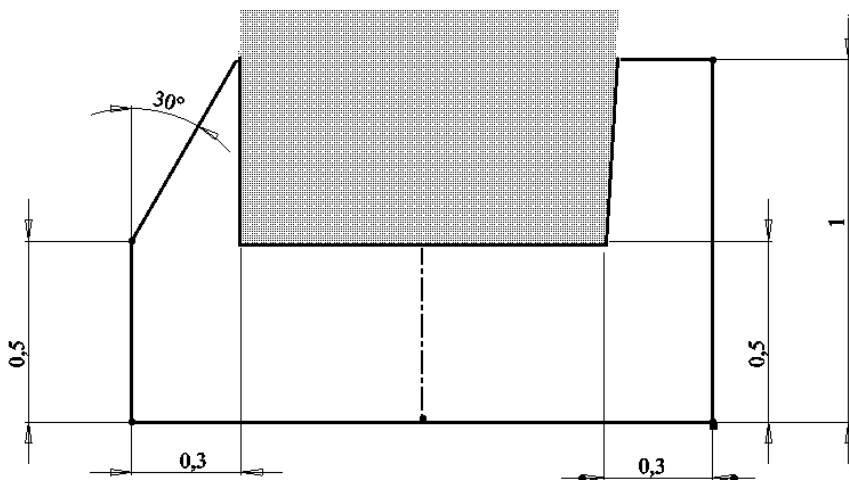

Рис. 2.12
19. Увеличиваем нижний участок сердца и создаем эскиз в соответствии с рис. 2.12.